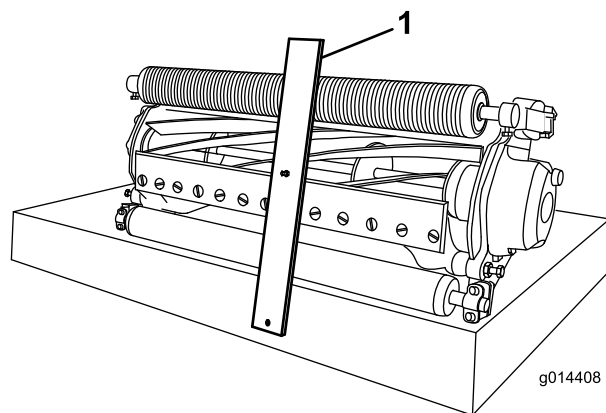

Figura 11
2. Agganciate la testa del bullone del calibro dell'altezza di taglio sul lato destro del tagliante della controlama e appoggiate l'estremità posteriore della barra sulla parte posteriore del rullo (Figura 11).